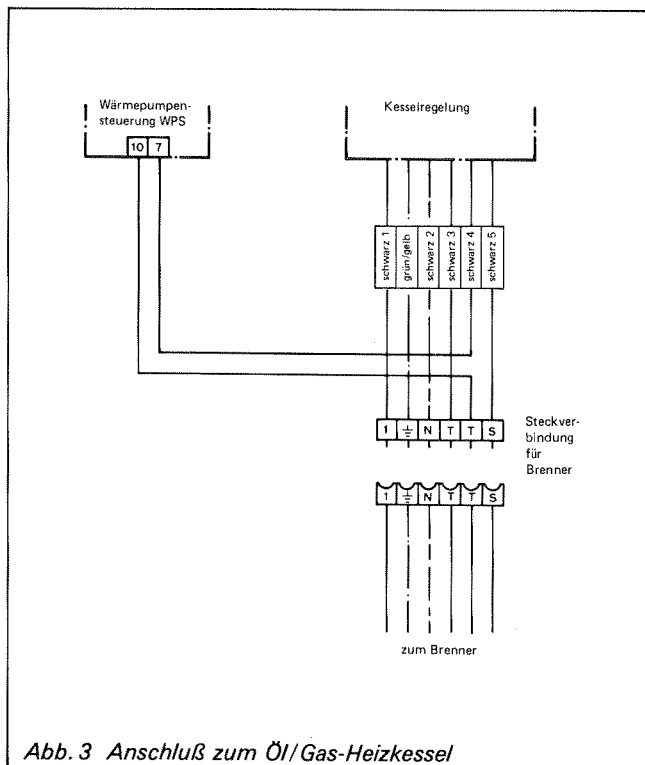

Abb. 3 Anschluß zum Öl/Gas-Heizkessel
1. Ader „schwarz 4“ des Brennerkabels der Kesselregelung in der Steckverbindung von Klemme „T“ lösen (Abb. 3).
Ader „schwarz 4“ und der Klemme „T“ anschließen (Abb. 3).
3. Kabel an den Klemmen „10“ und „7“ in der Wärmepumpensteuerung WPS anschließen (Abb. 3).